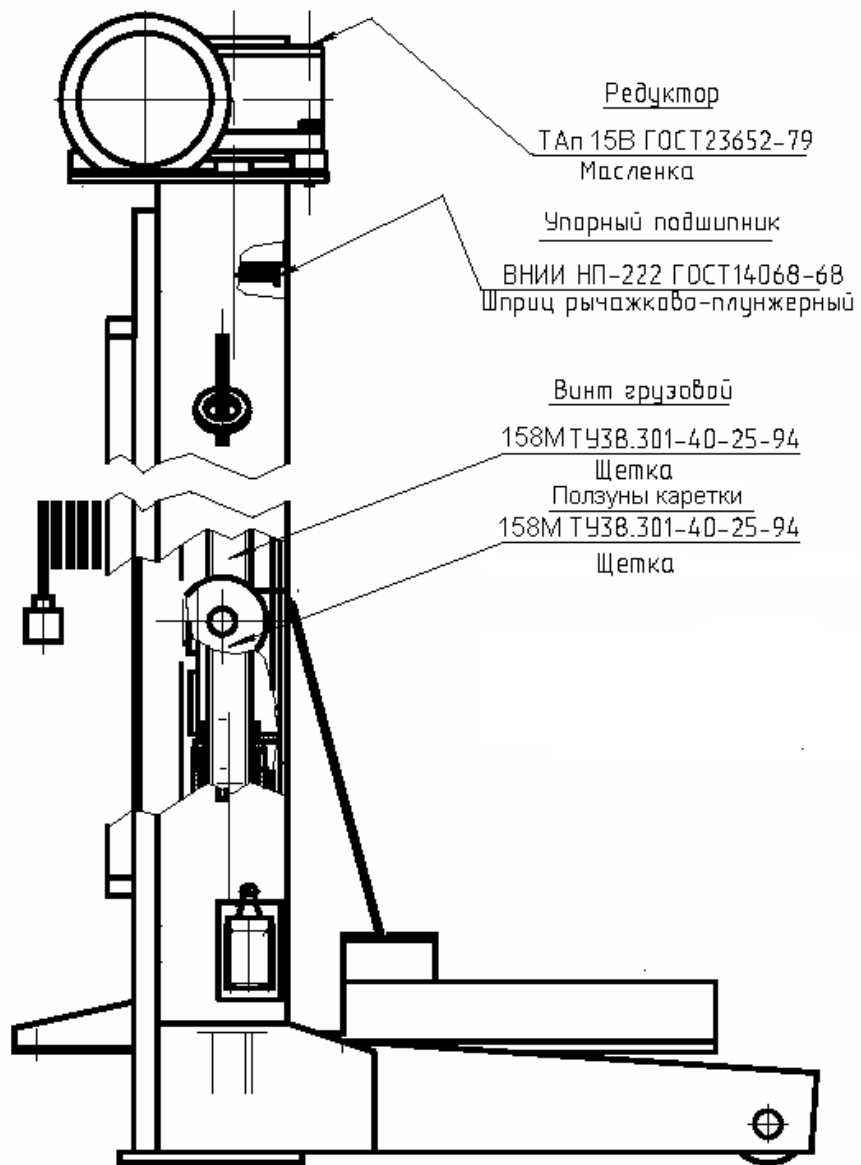

Рис. 6. Карта смазки стойки подъемника ППТ-24
6.2.2 Для ревизии состояния смазки трущихся деталей (см. карту смазки на Рис. 6), в каждой стойке необходимо:
- произвести смазку стоек подъемника в соответствии с картой смазки (см. Рис. 6).